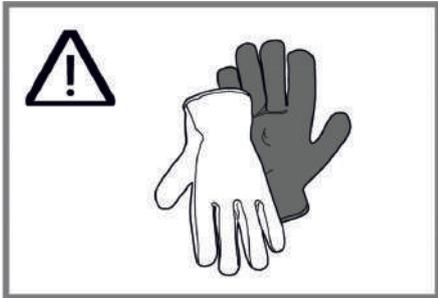

Fig. 12
- Las piezas en el aparato pueden tener bordes afilados. Utilice guantes protectores (Fig. 12).